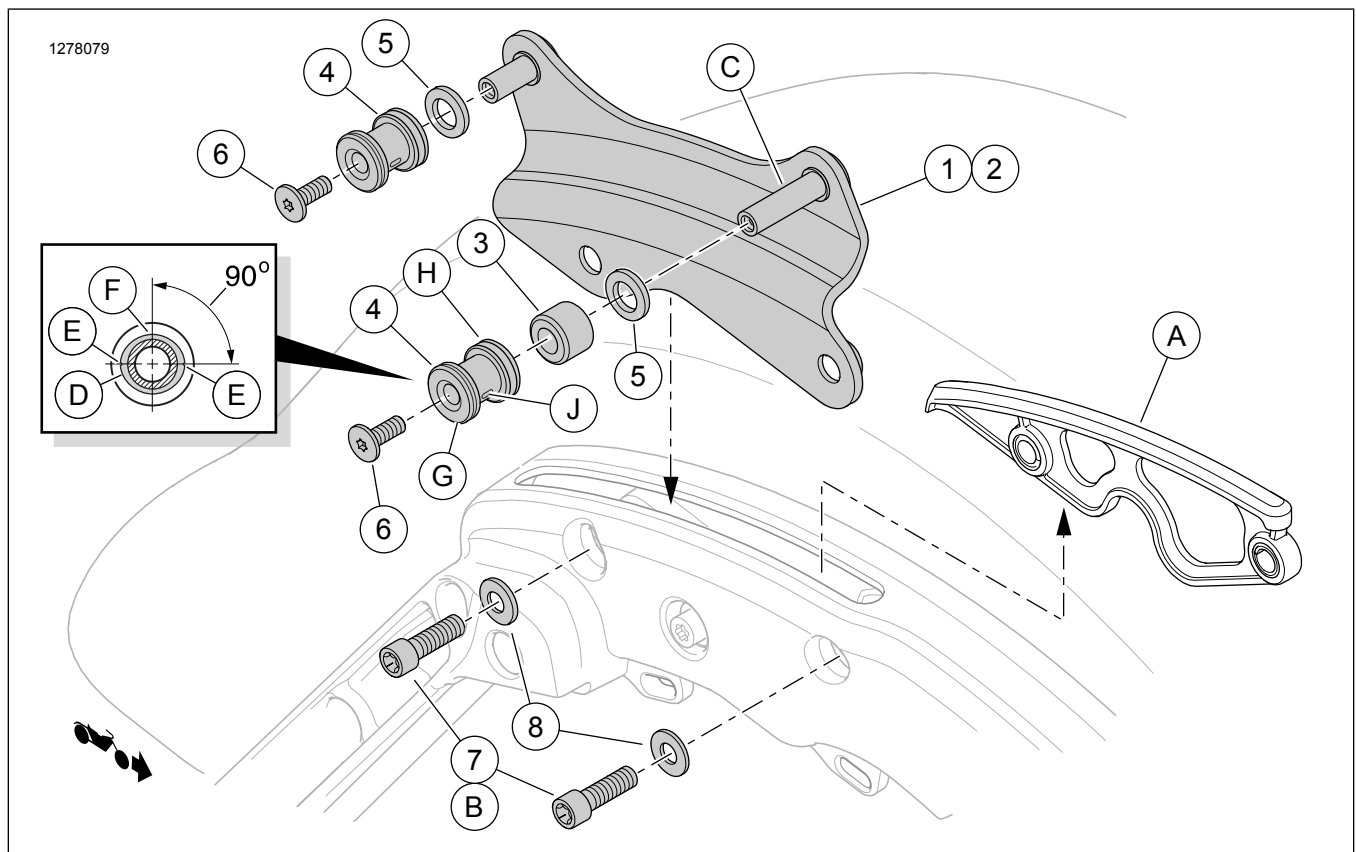
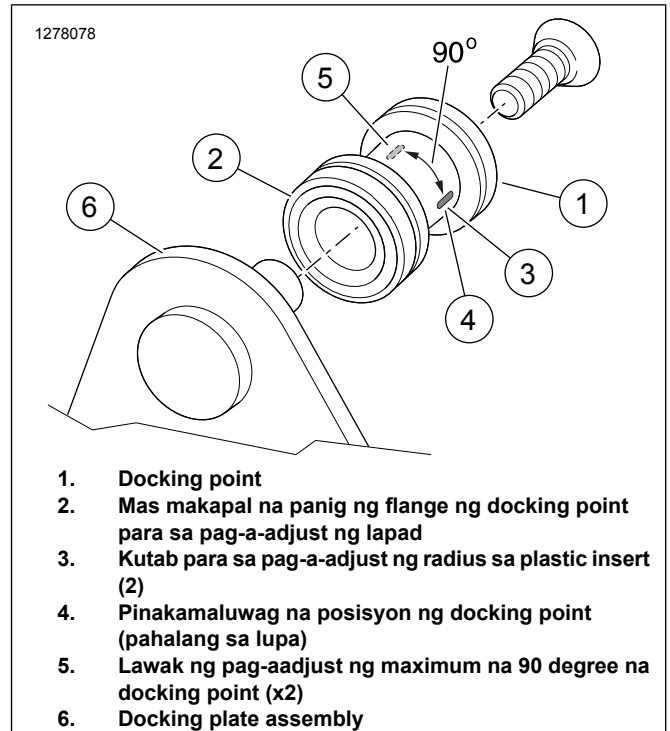

Figure 1. Mga Nilalaman ng Kit: Kit Ng Naa-adjust Na Four-point Na Naaalis Na Docking Hardware
Figure 2. Pagkakabit Ng Docking Point
3. Tingnan ang Figure 1 . Alisin ang dalawang turnilyo (B) mula sa suporta ng saddlebag sa bawat panig.
4. I-angat ang mga insert ng takip ng kutab (A) mula sa mga kinalalagyan nito.
Tingnan ang Figure 1 . Huwag ikabit ang mga spacer para sa pag-a-adjust ng lapad (5) sa pagkakataong ito.
- a. Mag-slide ng spacer (3) sa mahabang pin (C) ng bawat docking plate.
- b. Mag-slide ng docking point (4) nang nauuna ang **mas makapal** na flange (H) sa bawat docking plate pin.
- c. Ikabit ang mga turnilyo (6) sa mga docking plate pin.
- d. Tingnan ang Figure 2 . Pihitin ang bawat docking point upang iposisyon nang pahalang ang mga kutab (4).
Tingnan ang Figure 2 .
- b. Tingnan ang Figure 1 . Alisin ang turnilyo (6) at docking point (4) mula sa lahat ng apat na docking point pin.
- d. Maglagay ng 2 o 3 patak ng threadlocker sa mga roska ng turnilyo (6). Ikabit ang mga turnilyo.
- e. Tingnan ang Figure 2 . Pihitin ang bawat docking point upang iposisyon nang pahalang ang mga kutab (4). Higpitan ang mga turnilyo hanggang sa masikip na.
- a. Tingnan ang Figure 1 . Alisin ang lahat ng bahagi mula sa lahat ng apat na docking plate pin.
- b. Magkabit ng mga spacer para sa pag-a-adjust ng lapad (5) sa bawat docking point.
- c. Magkabit ng spacer (3) sa mas mahabang pin (C) ng bawat docking plate.
- e. Maglagay ng 2 o 3 patak ng threadlocker sa mga roska ng turnilyo (6). Ikabit ang mga turnilyo.
- f. Tingnan ang Figure 2 . Pihitin ang bawat docking point upang iposisyon nang pahalang ang mga kutab (4). Higpitan ang mga turnilyo hanggang sa masikip na.
- a. Luwagan ang mga turnilyo (6).
- b. Tingnan ang Figure 2 . Pihitin ang mga docking point (1) nang bahagyang papalayo mula sa pahalang na (4).
- d. Ituloy ang pagpihit nang bahagyang papunta sa patayo (5) na papalayo mula sa pagiging pahalang (4) hanggang sa magkaroon ng mahigpit na pagkakakabit sa bawat lokasyon.
- 5. Tingnan ang Figure 1 . Ikabit nang mahigpit ang mga turnilyo ng docking plate pin (6). Higpitan.